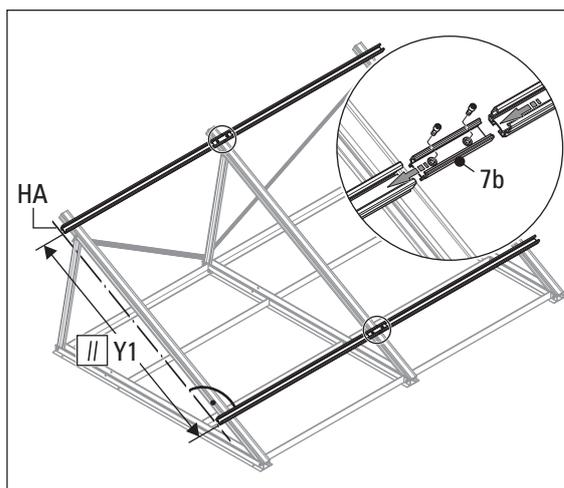

Fig. 3-11 Montar las guías de perfil de montaje, 1er paso
- alinear los dos carriles perfilados de montaje exactamente planos en la línea de marcado A (HA) y paralelos entre sí (véase fig. 3-11). De ser necesario colocar debajo los carriles perfilados de montaje de modo adecuado.
- Alinear ambos rieles de perfil de montaje de forma exactamente plana en el bastidor de tejado plano y de forma paralela entre sí (véase fig. 3-11). De ser necesario colocar debajo los carriles perfilados de montaje de modo adecuado.
13. Atornillar las guías de perfil de montaje con ayuda del conector (pos. 7b) (fig. 3-11).
- Alinear ambos railes de perfil de montaje de forma exactamente plana en el bastidor de tejado plano y de forma paralela entre sí (véase fig. 3-11). De ser necesario colocar debajo los carriles perfilados de montaje de modo adecuado.